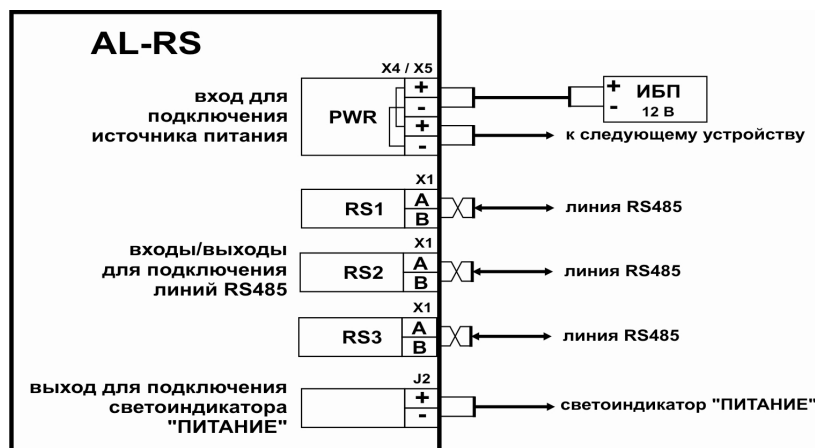
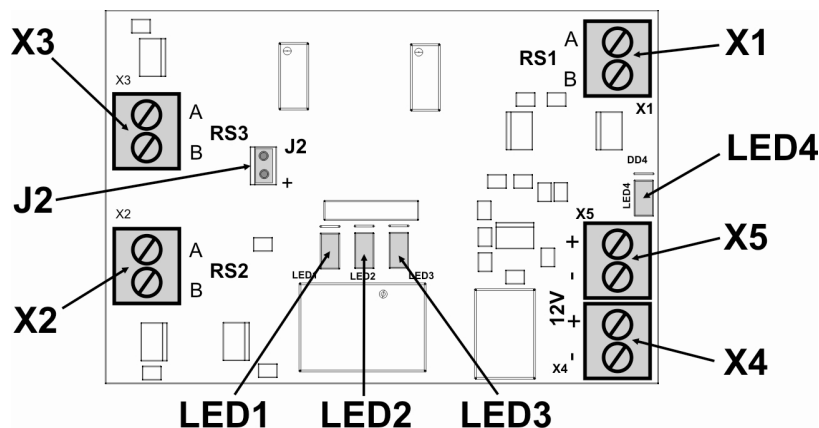

Рис.1. Функциональная блок схема модуля AL-RS
Рис.2. Общий вид печатной платы модуля AL-MC2
Функциональная блок схема показана на Рис. 1
- 6) Подключите все необходимые электропроводки к винтовым контактам изделия (см. Рис.1 и Рис.2)